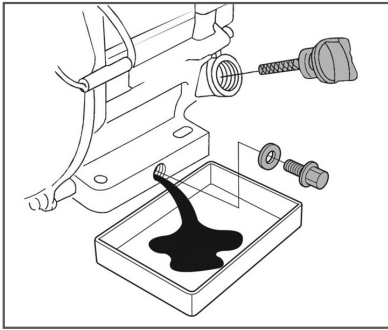

Рис. 13 Замена моторного масла
(1) Техническое обслуживание должно осуществляться более часто, при работе в пыльных условиях.
(2) Данный вид работ необходимо выполнять в авторизованном сервисном центре.
6. Открутите пробку для слива масла и слейте отработанное масло в подготовленную для этого емкость (Рис. 13).